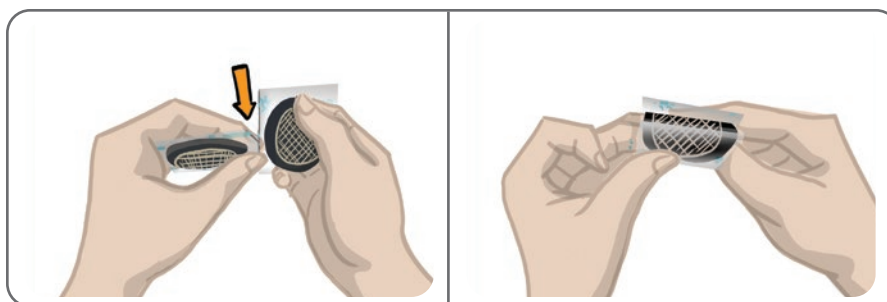

Figura 8-2: Separar os eletrodos de hidrogel e dividir as tampas de duas peças
2. Separe os dois novos eletrodos de hidrogel ao longo da perfuração. Veja a Figura 8-2.
3. Quebre pela metade as tampas de duas peças de cada eletrodo e descarte-as. Veja a Figura 8-2.